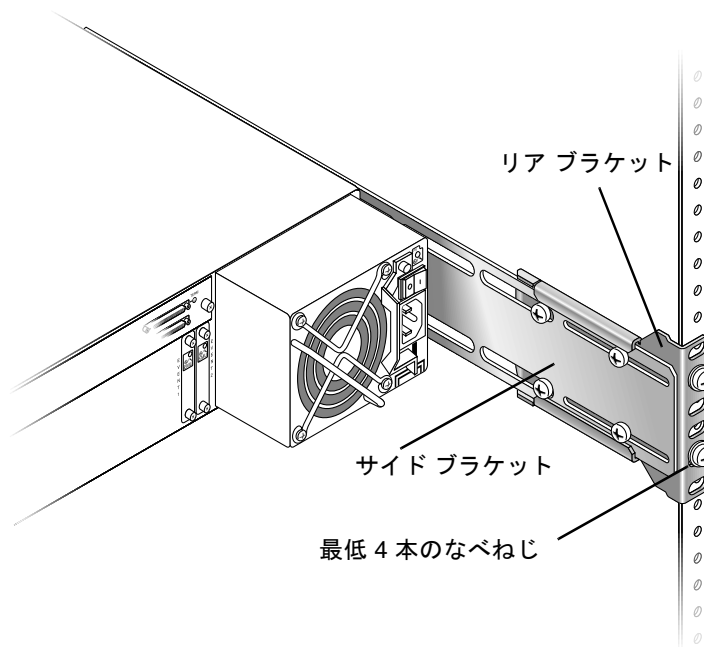

図 2-5 組み立て済みのリアブラケットとサイドブラケット
7. 各サイド ブラケットをリア ブラケットに取り付けます (図 2-5 を参照)。